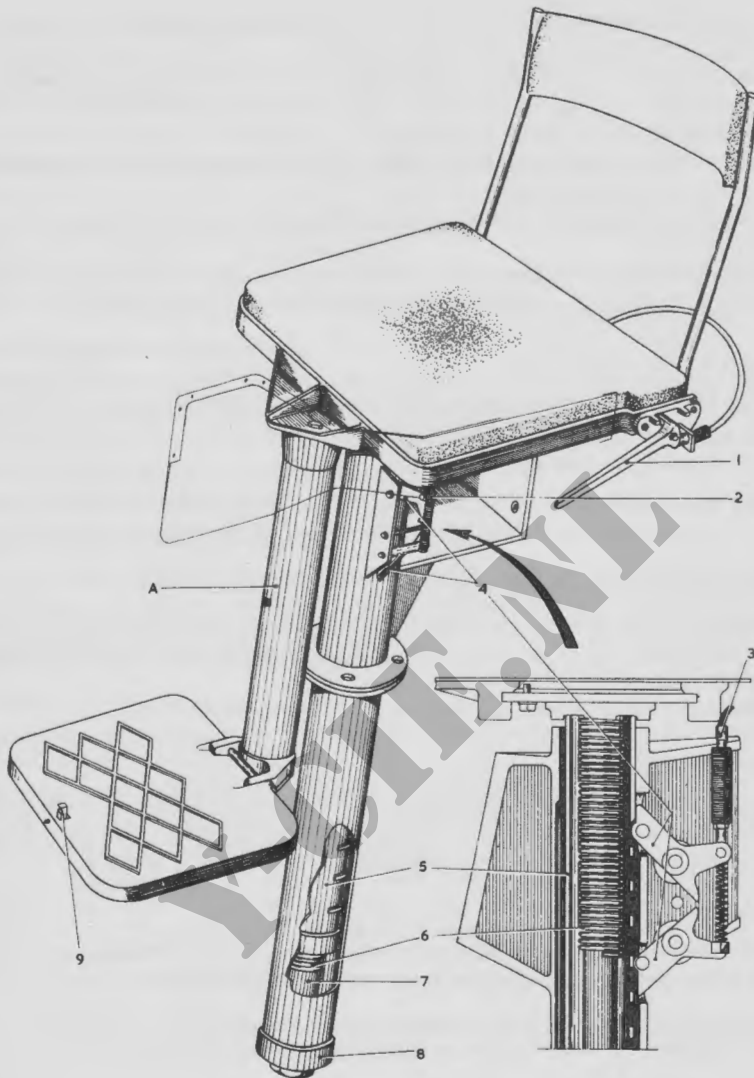

Fig. 7. *Commandantsstoel*
**35. *Het verstellen van de stoel (fig 7).***